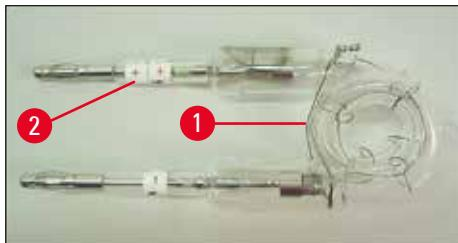
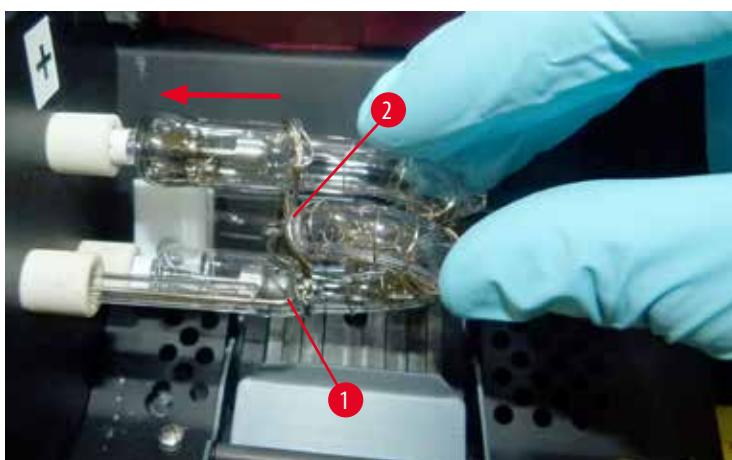

Рис. 21
Рис. 23
- Вставьте новую лампу-вспышку (→ "Рис. 21") в патрон (→ "Рис. 20-3"), а затем осторожно вдавите ее внутрь до упора (→ "Рис. 23") (отметка полярности (+) больше не должна быть видна). При необходимости осторожно поддвигайте лампу-вспышку вверх и вниз.